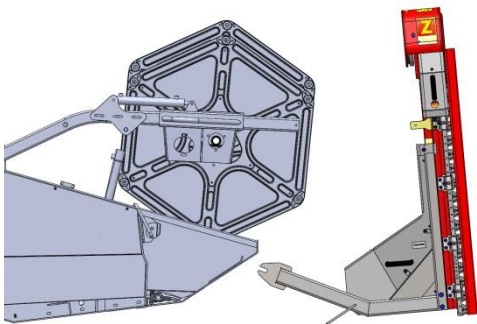
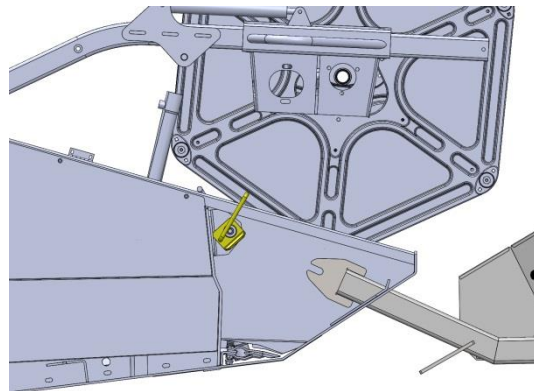

Abbildung 2
Abbildung 3
- 1.2 Anbauträger einfädeln (Abbildung 2 und Abbildung 3)